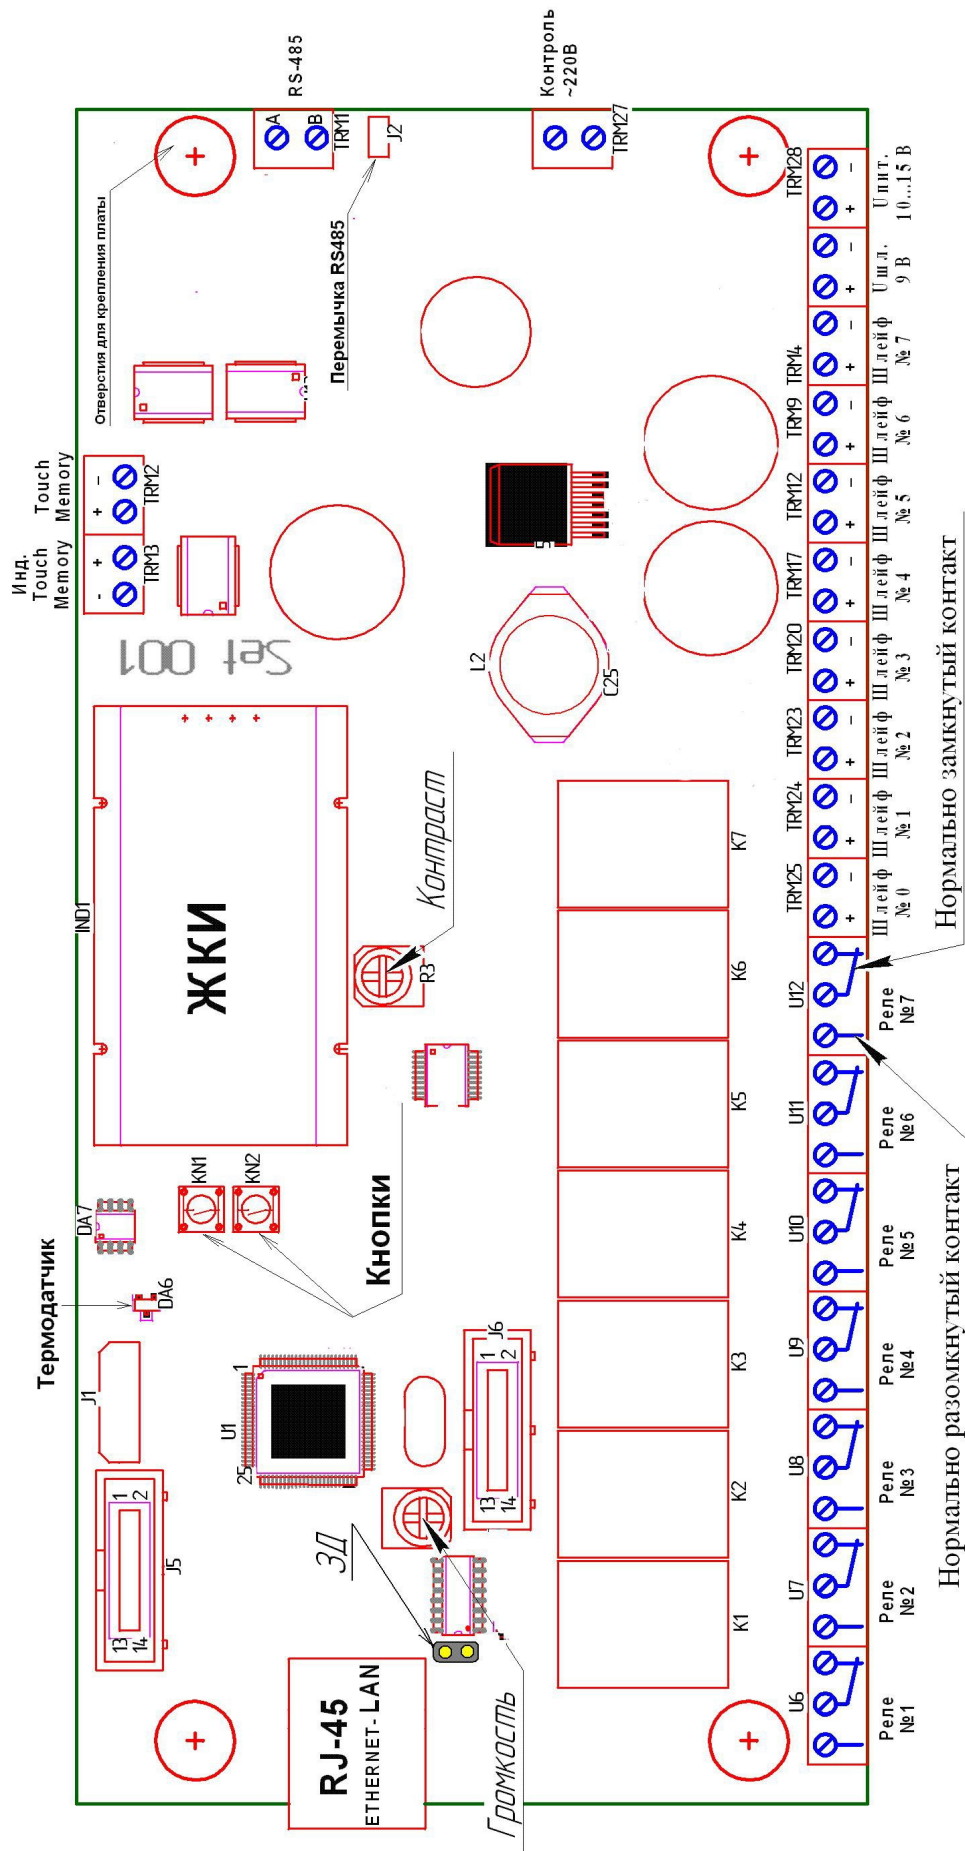

Рисунок 1 – Внешний вид платы прибора «Точка-ETHERNET
1.4.1.2 Плата прибора (см. рис. 1) содержит центральный процессор, двухстрочный жидкокристаллический индикатор, органы управления, цепи питания, стабилизации и защиты, а также: